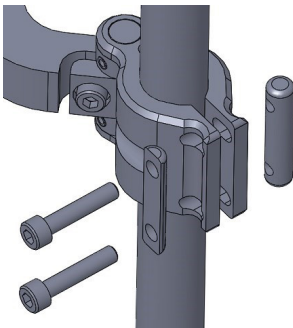

Figure 5
- 1) Installer les mécanismes d'ancrages à la hauteur pré-déterminée en refermant la mâchoire à l'aide d'une clé Allen 4mm. (Figure 5 et 6)